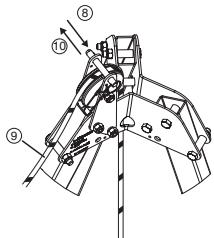

Fig. 10
8. Fjern kuglebolten, der sidder over vendeskiven øverst på tracpode trefoden (Fig.10, 8).
9. Før Derope™ apparatets fald omkring vendeskiven (Fig.10, 9).
10. Sæt kuglebolten i igen for at forhindre faldet i at springe af vendeskiven (Fig. 10, 10).